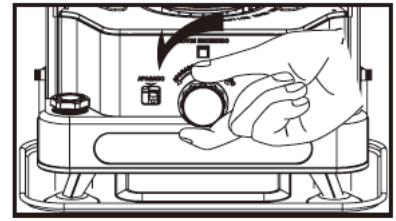

Fig.12
1. Druk op de handmatige uitschakelknop en draai aan de kousverstelknop (TEGEN DE KLOK IN) in de richting van "UIT". (Fig.12)